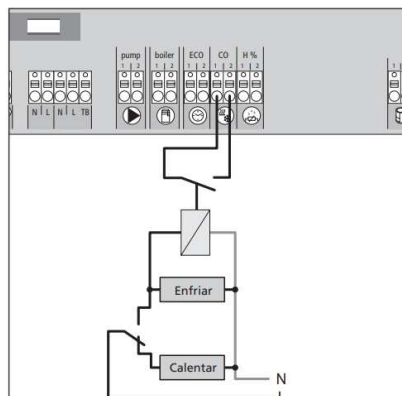

Imagen 3
- Para el funcionamiento de una instalación en modo calefacción o refrigeración usaremos los bornes CO de la central (contacto libre de tensión) para conectar el selector de invierno/verano y elegir el modo de funcionamiento del sistema (contacto abierto: sistema en modo calefacción; contacto cerrado: sistema en modo refrigeración). (Ver Imagen 3)